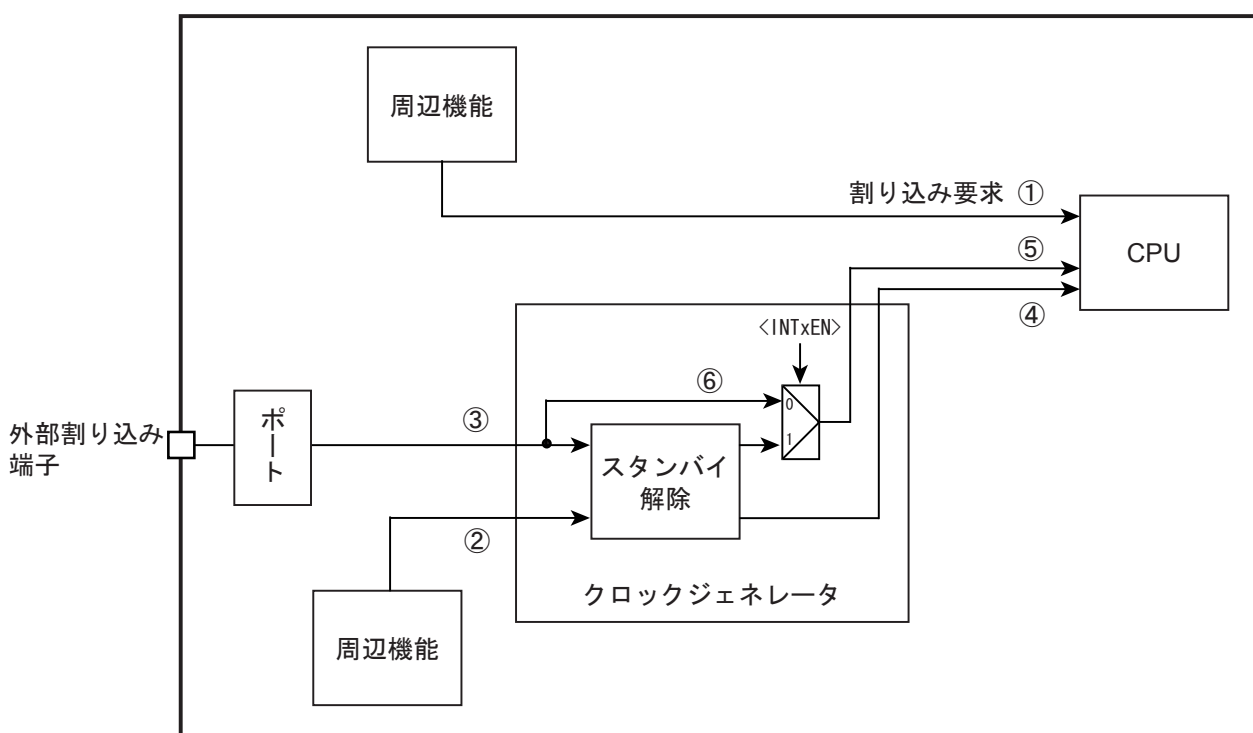

図 7-1 割り込みの経路
割り込み要求の経路を図 7-1 に示します。
外部割り込み端子からの入力信号は、入力ディゼーブル(PxIE<PxMI>="0")の場合"High"となります。また、外部割り込みをスタンバイ解除要因として使用しない場合(「図 7-1 割り込みの経路」の⑥の経路)、外部割り込み端子からの入力信号がそのまま CPU に伝わります。CPU は"High"入力を割り込みとして認識しますので、入力ディゼーブルのまま CPU で該当する割り込みを有効にすると割り込みが発生します。